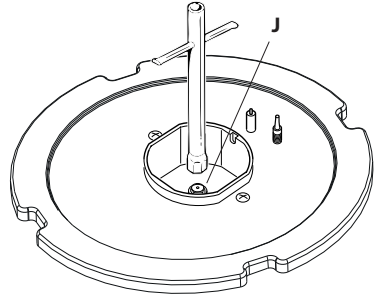

Fig. 2.2a
- Använd en skiftnyckel för att ersätta dysan "J" (figs. 2.2a, 2.2b, 2.2c, 2.2d) med dysor som passar till gastypen.